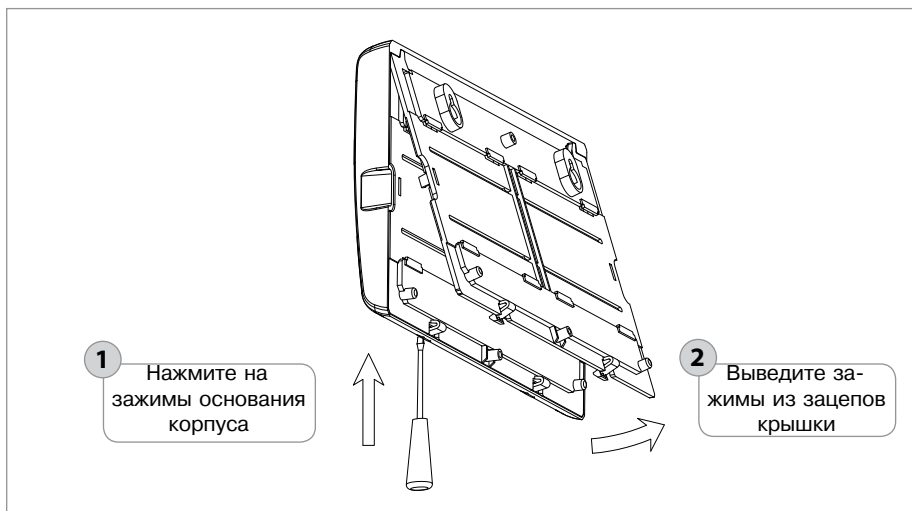

Рисунок 15. Снятие крышки прибора «Сигнал-20М»
- 1.3. Снимите крышку прибора в порядке, указанном на рис.15 – 17.